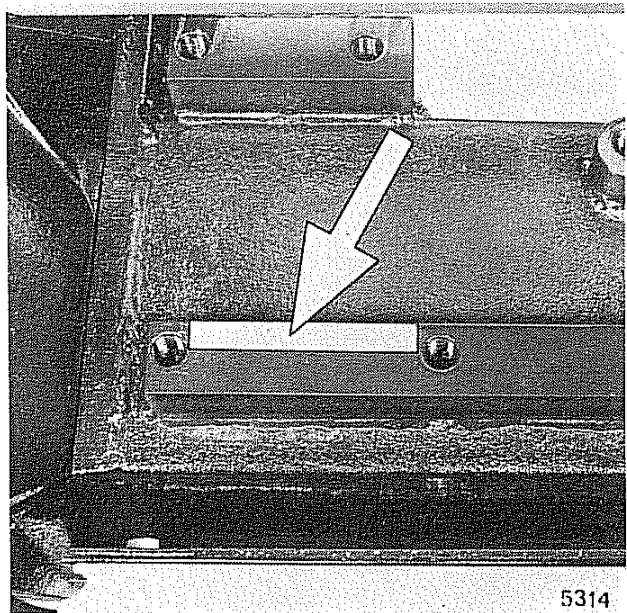

Fig. 48 - Identificazione trattrice
**N.B.** – La sigla del modello, la serie e il numero della trattrice si trovano stampigliati sull'apposita targhetta metallica oppure nel punto indicato dalla freccia in fig. 48.